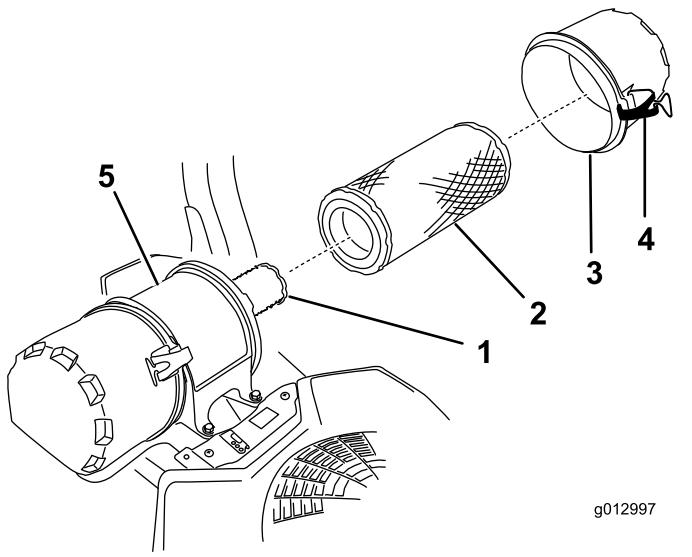

Figura 64
6. Abra los cierres del limpiador de aire y tire de la tapa de la entrada de aire para separarla del cuerpo del limpiador de aire (Figura 64).
8. Extraiga con cuidado el filtro primario de la carcasa del limpiador de aire (Figura 64).
2. Si va a cambiar el filtro interno, deslícelo cuidadosamente en el cuerpo del filtro (Figura 64).
3. Deslice cuidadosamente el filtro primario por encima del filtro de seguridad (Figura 64).
4. Instale la tapa del limpiador de aire y fije los cierres (Figura 64).